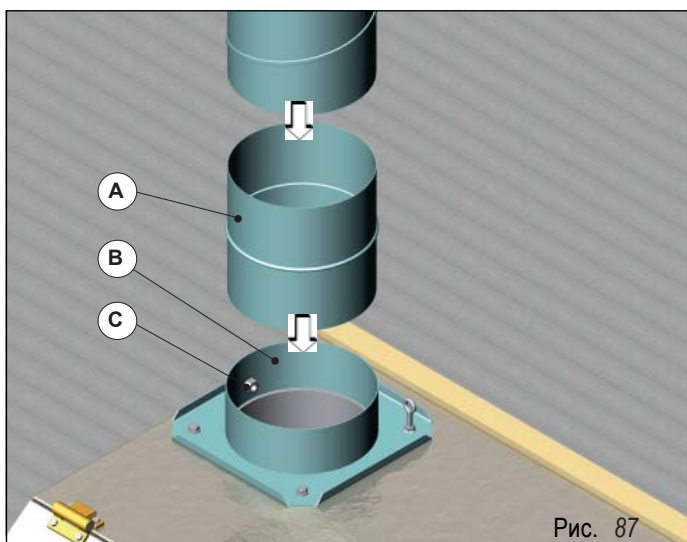
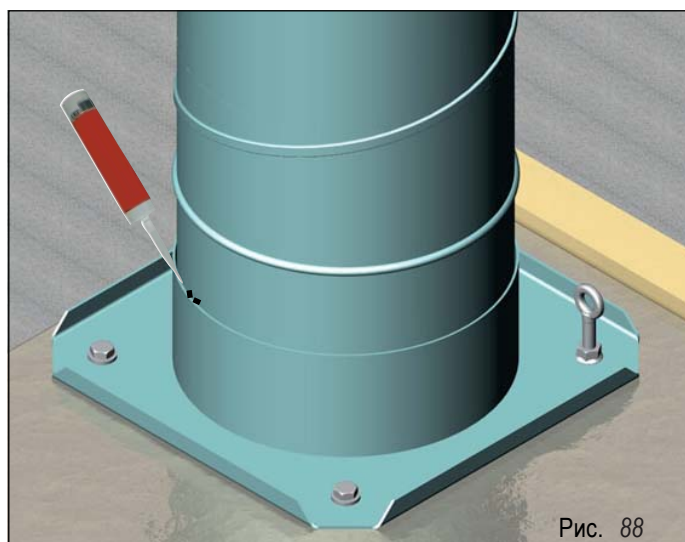

Рис. 87
Рис. 88
Вставить патрубок (A) в соединительное отверстие дымохода генератора (B) вплоть до гайки, предназначенной для проверочного забора продуктов сгорания (C), см. рис. 87. Заделать силиконовым герметиком соединение изгиба с дымоходом генератора и все другие соединения. Закрепить все соединения 4-мя саморезами (D), см. рис. 88.